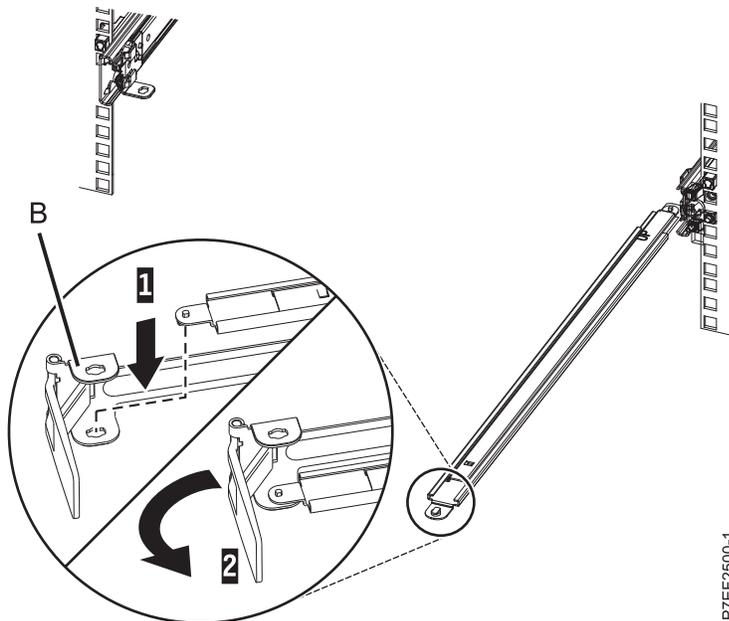

Figura 11. Fijación de la pieza de sujeción de tope de portacables al brazo de soporte
3. Localice el orificio de la esquina inferior interna de la pieza de sujeción de tope de portacables en forma de L (B). Coloque el extremo que queda libre del brazo de soporte de modo que la lengüeta de bloqueo de la parte inferior de la punta quede alineada con el orificio de la abrazadera. Inserte la pestaña en el orificio (1) y haga girar la abrazadera (2) para fijarla al brazo de soporte. Para obtener detalles, consulte la Figura 11.